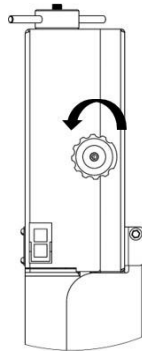

FIG. 4
4.- Girar las perillas para asegurar que la puerta esté cerrada (fig. 4).